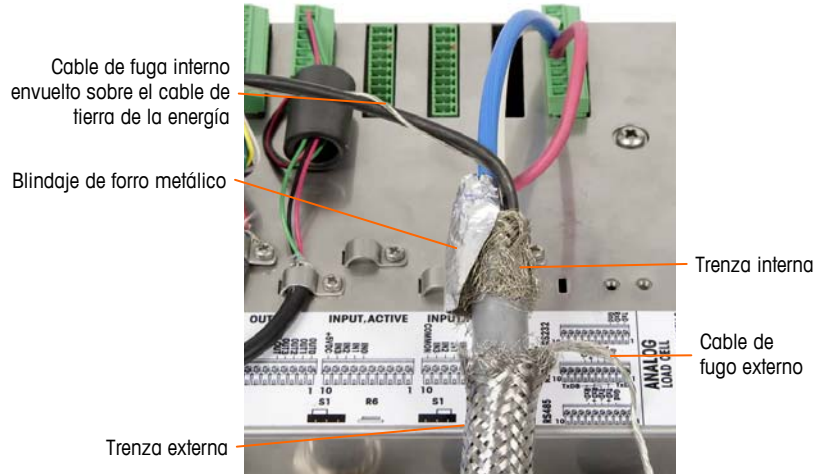

Figura 2-45: Cable de conexión PDX, gabinete para montaje en panel
- a. Deslice hacia atrás la trenza externa y pliegue la trenza interna recortada y el blindaje de forro metálico hacia atrás de manera uniforme sobre el borde del forro de aislamiento del cable como se muestra en la Figura 2-45.